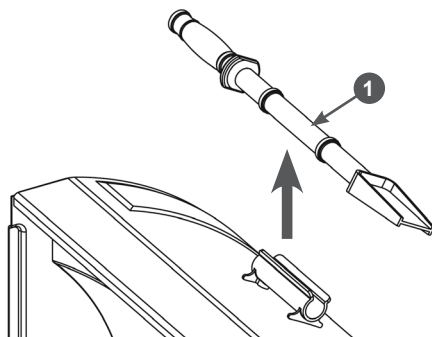

**Рис. 24. Расположение лопатки для
3. Для очистки всегда используйте специальную лопатку, а не руки. Лопатка 1 прикреплена к верхней части кожуха шнеков (Рис. 24).